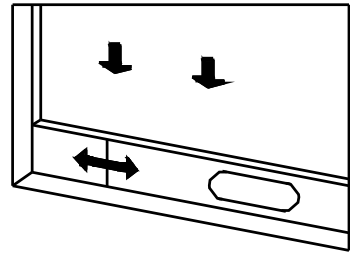
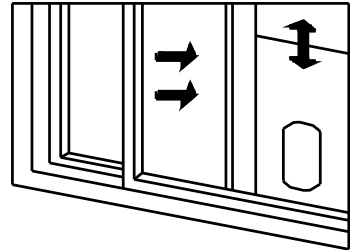

Bild 2
Bild 3
- Håll fönstret halvöppet, och montera förseglingsplattan för fönstertätning till fönstret (se bild 2 och bild 3). Komponenterna kan placeras i horisontell och vertikal riktning.